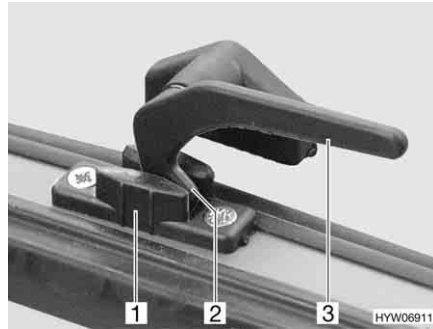

Fig. 69 Palanca de bloqueo en la posición de "ventilación continua"
- En la posición "ventilación continua" (Fig. 69)
- Girar la palanca de bloqueo (Fig. 69,3) un cuarto de vuelta hacia la mitad de la ventana.
- Girar la palanca de bloqueo un cuarto de vuelta hacia el marco de la ventana. El saliente de bloqueo (Fig. 69,2) se ha de introducir para ello en el rebaje del bloqueo de la ventana (Fig. 69,1).